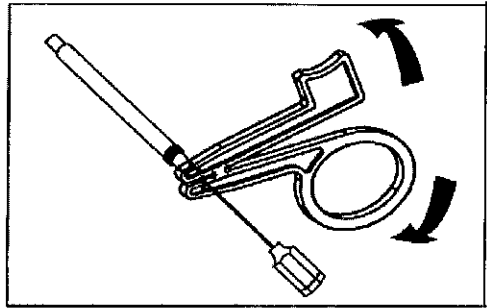

Figura 13. Sujeción y rotación de la herramienta de fijación.
1. Cuando se consiga la posición correcta, sujete la herramienta de fijación al extremo terminal del conector. Presione las asas juntándolas y coloque el extremo terminal en el surco preformado. Deje de presionar las asas para sujetar el extremo terminal del conector en la herramienta de fijación (Figura 13).